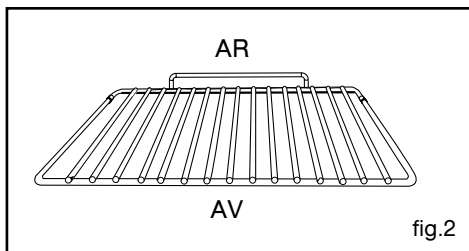

fig.2
• Grille sécurité anti-basculément fig.2